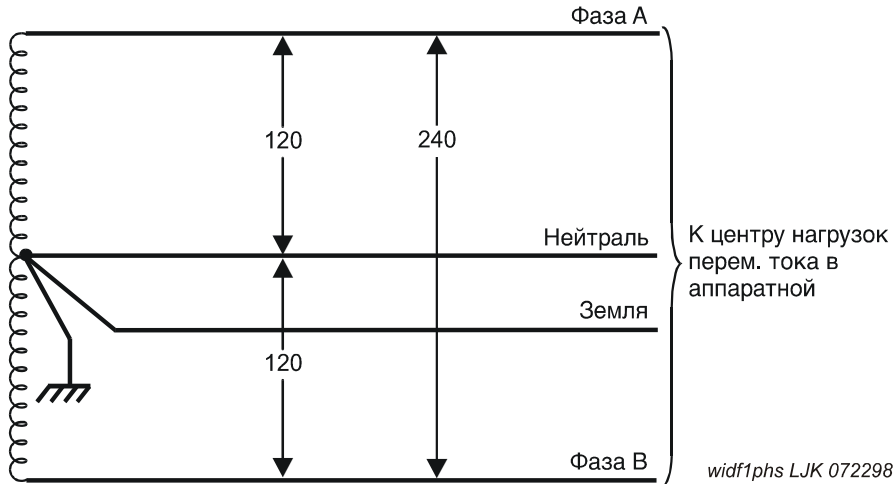

Рис. 18. Однофазный источник питания, 120/240 В переменного тока, 60 Гц
- Однофазного, 4 проводного 120/240 В перемен. тока. См. Рис. 18.